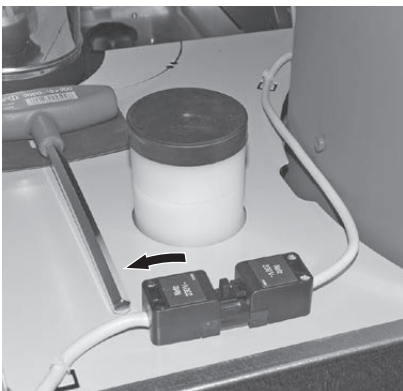

Fig.102 Geräte-Netzstecker abziehen
- Bei Reinigungs- oder Reparaturarbeiten Kessel unbedingt spannungslos schalten (z.B. durch Trennen des Netzsteckers) – Fig.102.